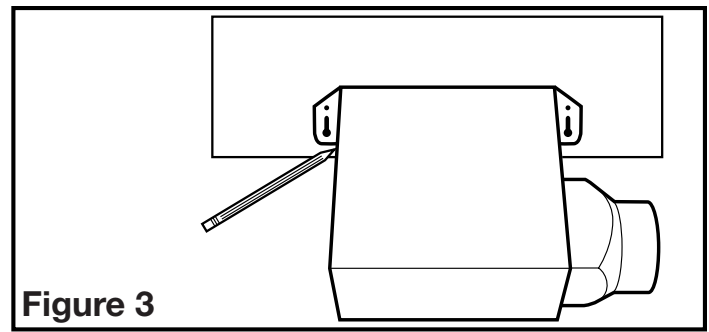

Figure 3
- Construction existante :** Positionner le cabinet contre la solive ou le montant et tracer le contour du cabinet sur le matériau du mur / plafond (**Figure 3**). Mettre le cabinet de côté et découper l'ouverture, en prenant bien soin de ne pas couper ou endommager d'utilité électrique ou dissimulée. Placer le cabinet près de la solive ou du montant et vous assurer qu'il soit à effleurage avec le plafond fini ou avec le mur. Fixer avec quatre clous (non-fournis) pour assurer une installation adéquate (**Figure 2**).